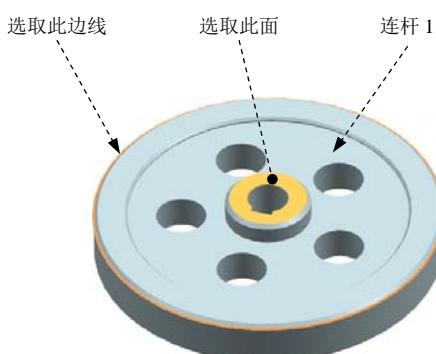
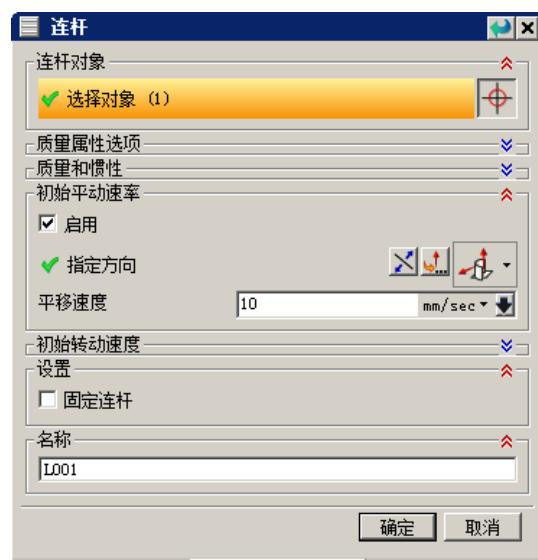

图 3.4.1 定义连杆
图 3.4.2 定义初始平动速率
(1) 选择下拉菜单  →  命令，系统弹出“连杆”对话框；选取图 3.4.1 所示的零件为连杆1；在 **质量属性选项** 下拉列表中选择 **自动** 选项。
(2) 定义初始平动速率。在 **初始平动速率** 区域中选中  **启用** 复选框；单击  按钮，选取图 3.4.1 所示的平面为方向参考；在 **平移速度** 文本框中输入值 10，如图 3.4.2 所示。
(3) 在 **设置** 区域中取消选中  **固定连杆** 复选框；在 **名称** 文本框中采用默认的连杆名称“L001”；单击 **确定** 按钮，完成连杆1的定义。
出“运动副”对话框；在“运动副”对话框 **定义** 选项卡的 **类型** 下拉列表中选择 **滑动副** 选项；在模型中选取图 3.4.1 所示的圆弧边线为参考，系统自动选择连杆、原点及矢量方向；单击 **确定** 按钮，完成滑动副的定义。